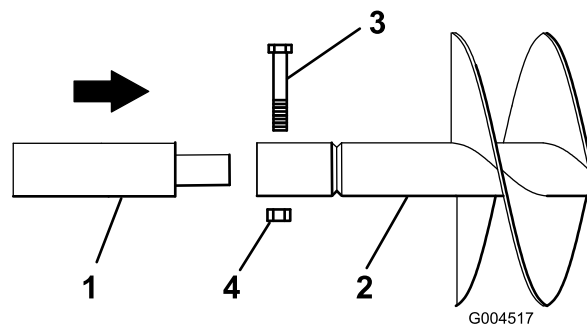

图 6
6. 如果要将延长组件与螺旋钻一起使用请将延长组件的末端插入螺旋钻的末端并用螺栓 $\frac{7}{8} \times 4\frac{1}{2}$ 英寸和螺母 $\frac{7}{8}$ 英寸将螺旋钻固定至延长组件如图 6 所示。